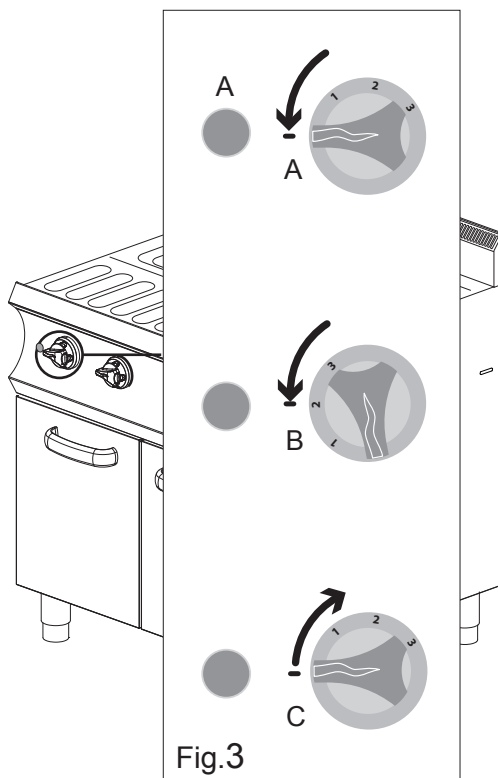

Fig.3
1. Повернуть рукоятку включения в положение 1-2-3 в зависимости от эксплуатационных требований. Включение зеленого индикатора означает переход изделия в рабочий режим (рис. 3-A/B).